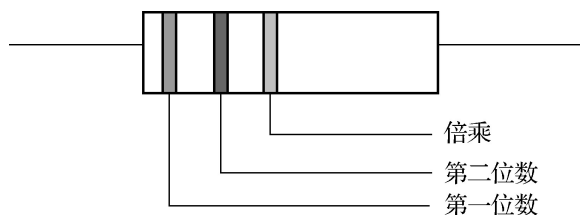

图 1-15 三色环电阻
①三色环电阻:第一色环是十位数、第二色环是个位数、第三色环代表倍率(倍乘)。三色环没有代表误差的色环,参考表 1-5 可知,三色环的误差一般为 $\pm 20\%$ 。图 1-15 所示的三色环电阻的颜色为红、黑、黄,对应阻值为 $20 \times 10 \text{ k}\Omega = 200 \text{ k}\Omega = 20 \times 10^4 \Omega$,误差为 $\pm 20\%$ (误差 $\pm 20\%$ 表示电阻值在标准值 $20 \times 10^4 \Omega$ 上下波动 20% 都是可用的)。